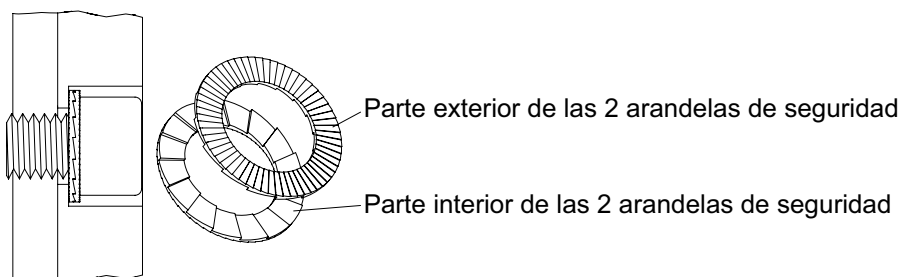

Fig. 17 Posición correcta de las arandelas de seguridad Nord-Lock®
**ATENCIÓN** *Tengan cuidado de que la orientación de las arandelas de bloqueo sea la correcta (ver Fig. 17) y de que se aplica el par de apriete prescrito.*
2. Coloque la hélice (6).
3. Coloque anillo tórico (5).
4. Inserte la arandela de la hélice (2).
5. Coloque anillo tórico (4).
6. Coloque las arandelas de bloqueo (3) cuidando de que la orientación sea la correcta (ver Fig. 17 Posición correcta de las arandelas de seguridad Nord-Lock®).
7. Coloque y apriete el tornillo de cabeza hueca (1) con un par de apriete de 56 Nm.